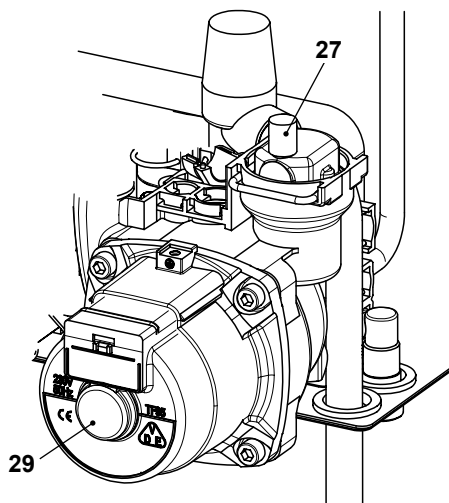

Figura 6.3
- Levante el tapón de la válvula de purga automática 27 en la Figura 6.3 .
- Quite el tapón 29 en la Figura 6.3 y desbloquee la bomba girando el rodete con un destornillador.